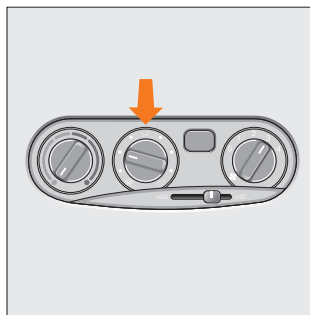

Рис. 52. Средний поворотный переключатель
**Средний поворотный переключатель: Распределение воздуха** (рис. 52).